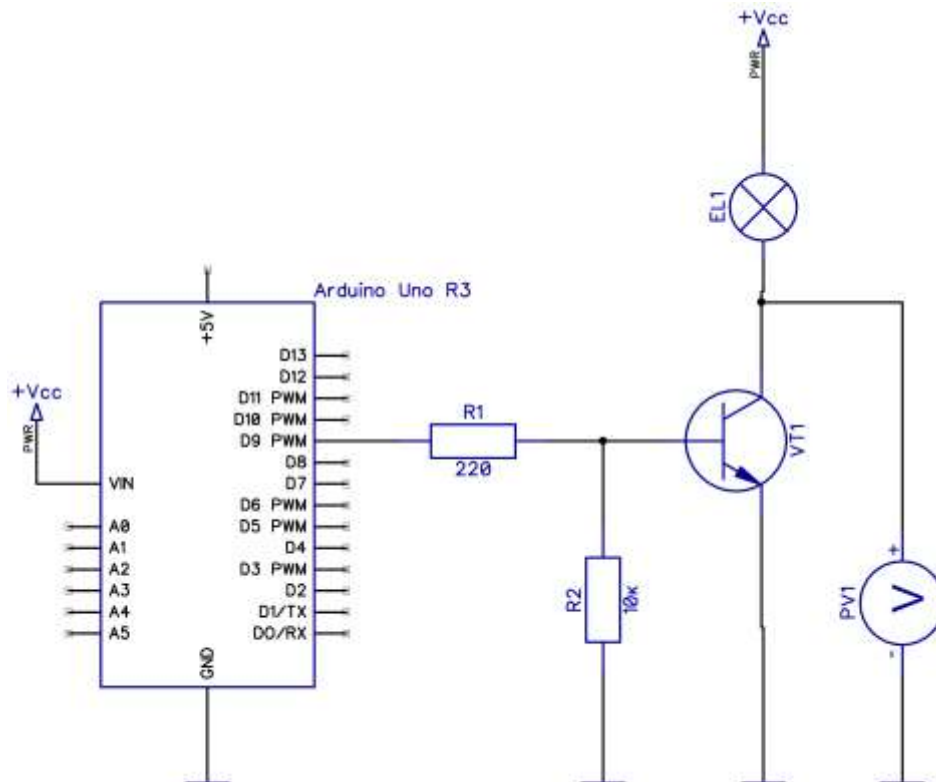

Рис. 10. Второе тестирование лампы накаливания
13.2. При втором измерении школьник подключил вольтметр между коллектором и эмиттером транзистора (рис. 10).